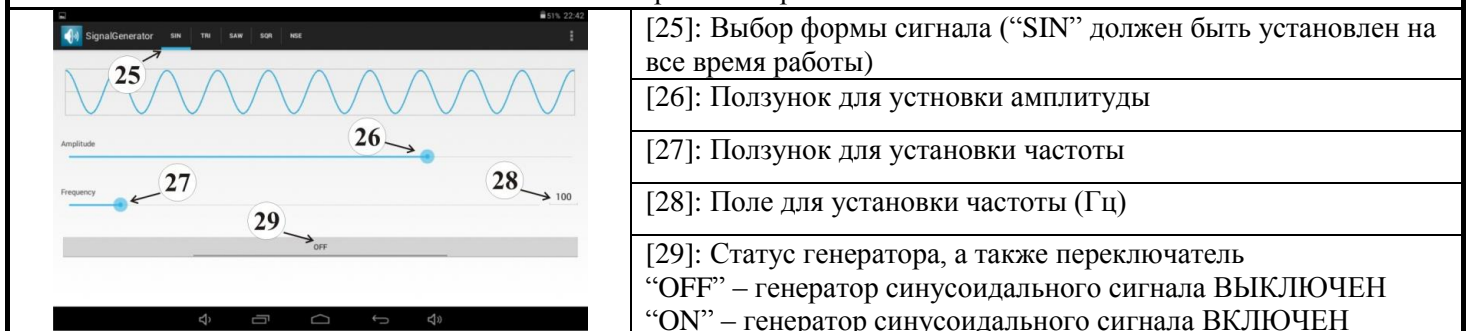

Рис. 5: Приложение для генератора синусоидального сигнала
- Нажмите на поле для установки частоты [28] (Рис. 5), чтобы отобразить цифровую клавиатуру